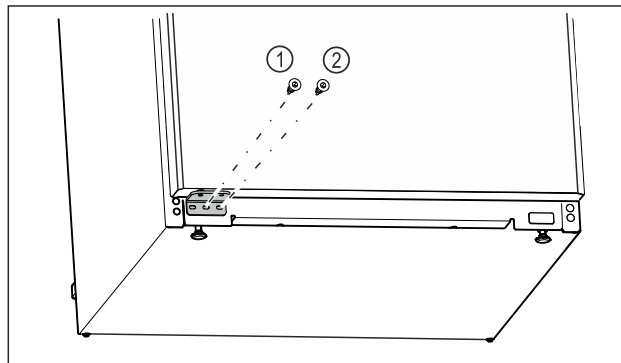

Fig. 17
- ▶ Затегнете централния винт на лагерната стойка Fig. 17 (1) с отвертка Torx 20.
- ▶ Затегнете вътрешния винт на лагерната стойка Fig. 17 (2) с отвертка Torx 20.